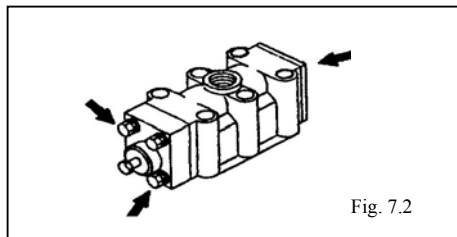

Fig. 7.2
- Bouten van beide doppen verwijderen, daarna deksels, pakking, schijf, demper en dichting uitnemen. [Fig. 7.2]